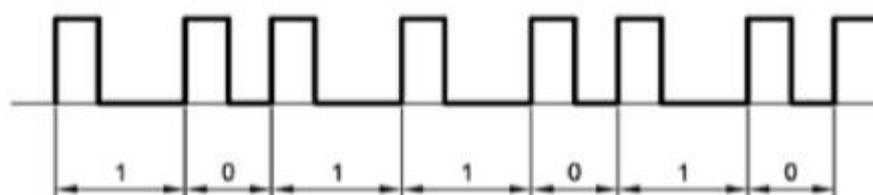

Рис. 20.2. Модуляция длительностью пауз
- модуляция длительностью пауз (Pulse Distance Modulation). Длина импульсов постоянна, паузы большей длительности — логическая "1", меньшей — логический "0" (рис. 20.2);